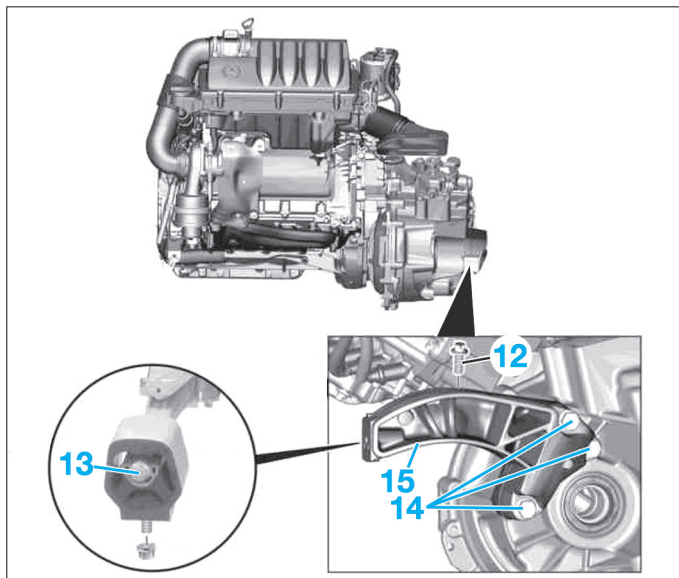
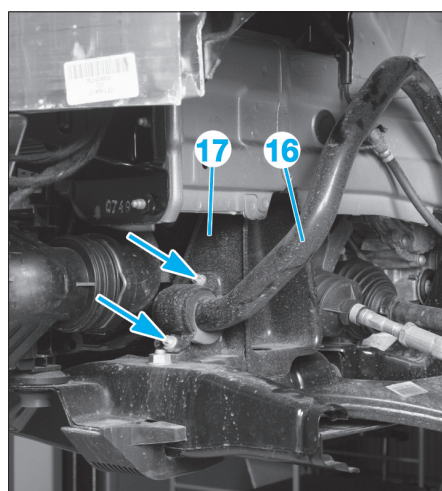

FIG. 18
FIG. 19
- **Avec boîte de vitesses automatique**, déposer la vis (12) (Fig.18).
- Desserrer la vis (13).
- Déposer les vis (14) puis le support moteur gau-che (15).
- Desserrer la barre stabilisatrice (16) du berceau (17) (Fig.19).